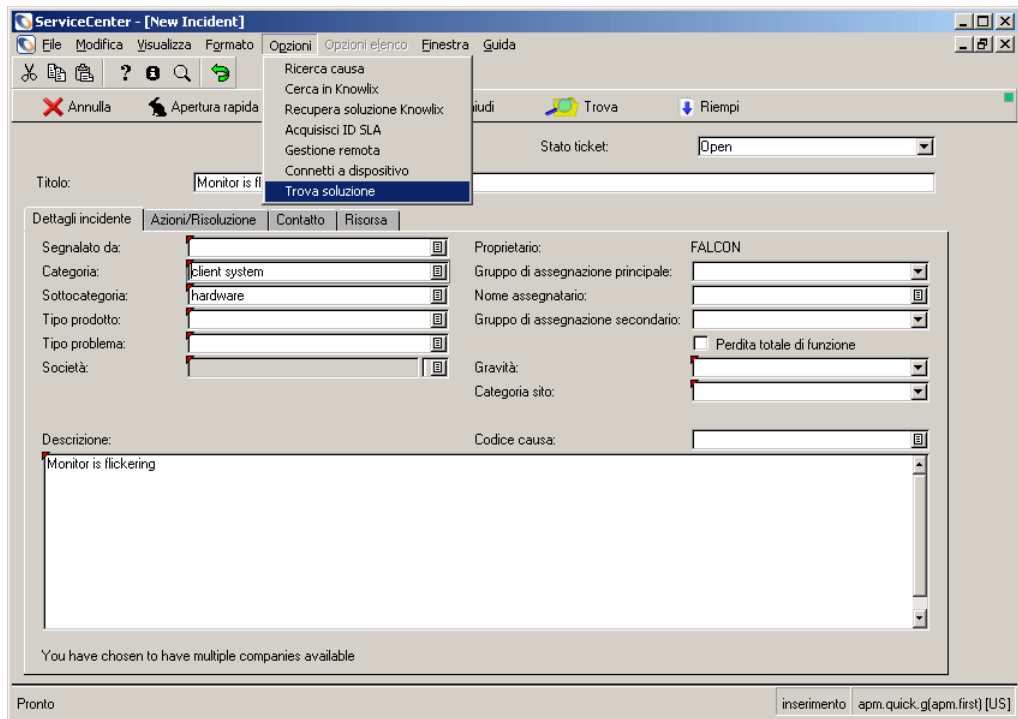

Figura C-5: Reperimento di una soluzione
- 1 Immettere una descrizione sintetica nel campo **Descrizione**, quindi scegliere **Opzioni > Trova soluzione** (Figura C-5).